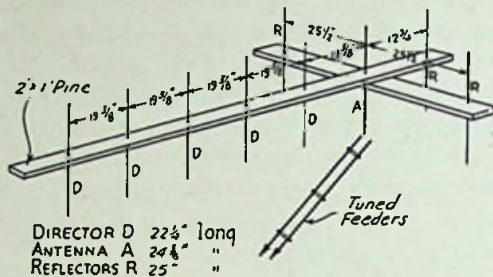

Fig. 2. De Yagi richt-antenne. Afmetingen aangegeven voor een golflengte van ongeveer 130 cm.
Gerichte antenne-systemen voor dergelijke golven kunnen zoo klein zijn, dat men ze desnoods draaibaar opstelt. Hull koos hiervoor het eenige jaren geleden door Yagi ontworpen stelsel, waarbij met behulp eener Zeppelin-voedingslijn één dipool als straler wordt gevoed (A in fig. 2), terwijl er naast en er achter dipolen als reflectoren zijn aangebracht (R in fig. 2) en een serie dipolen (D) als zogenaamde directoren in de zendrichting er voor is geplaatst.